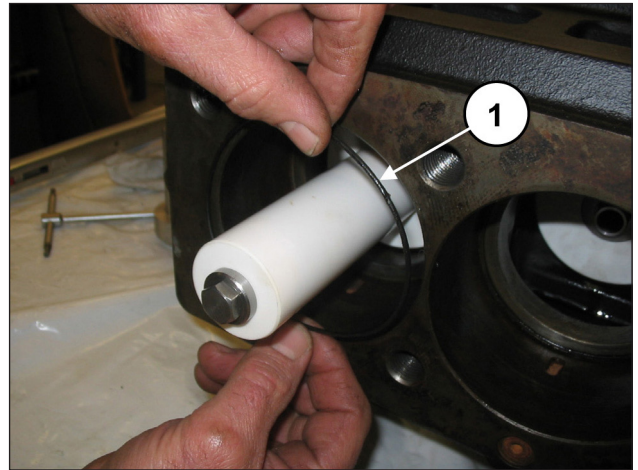
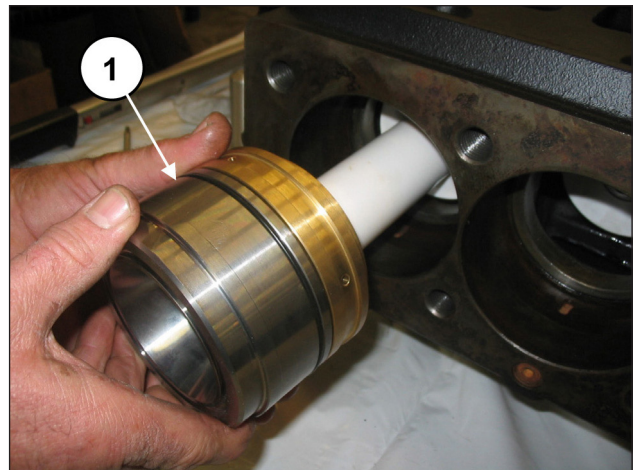

Fig. 139
Fig. 140
Insira o anel circular no interior do carter da bomba (pos. ①, Fig. 139) e em seguida, o bloco da camisa - suporte do forro (completo pelo mesmo anel circular), anteriormente montado até a passagem (pos. ①, Fig. 140).